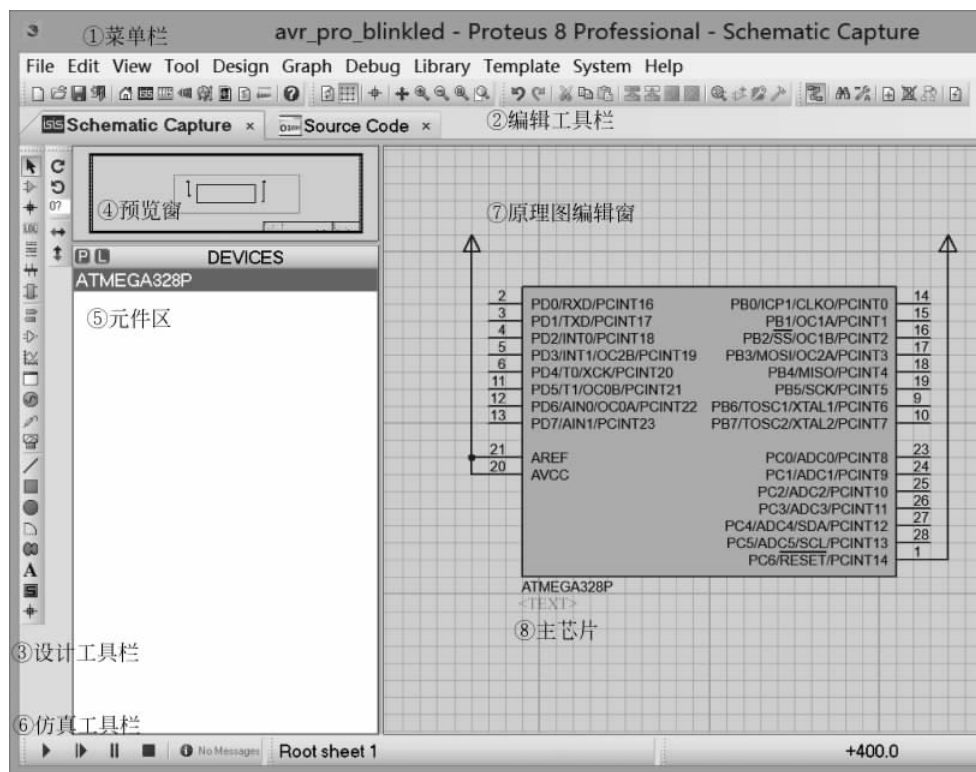

图 5-8-1 Proteus 的 AVR 工程界面
如图 5-8-1 所示,①菜单与②③⑥工具栏和常用 EDA 原理图布局类似,各版本略有不同。新建工程完成后,“⑦原理图编辑窗”中显示工程用“⑧主芯片”,在此基础上一般原理图绘制流程为:③⑤⑦,即由③选取库中元件至⑤,再将⑤元件放置在⑦图纸上布局,最后布线。